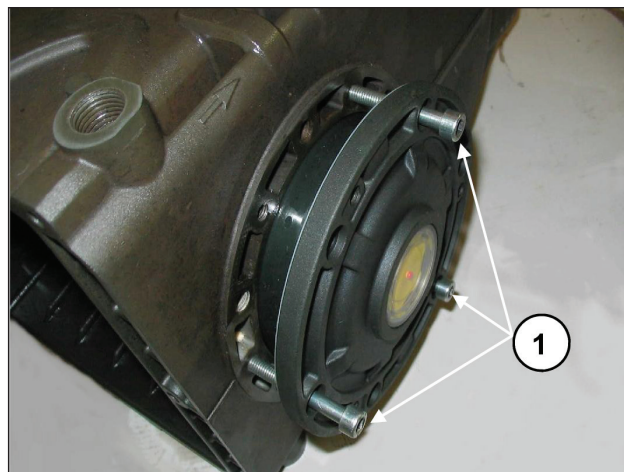

Рис. 8
Для упрощения введения первого участка и запрессовки крышек на картере рекомендуется использовать 3 винта М6 х 40 с неполной резьбой, (Рис. 8, поз. ①), а затем завершить операцию с помощью винтов (М6х16), которые входят в комплект поставки.